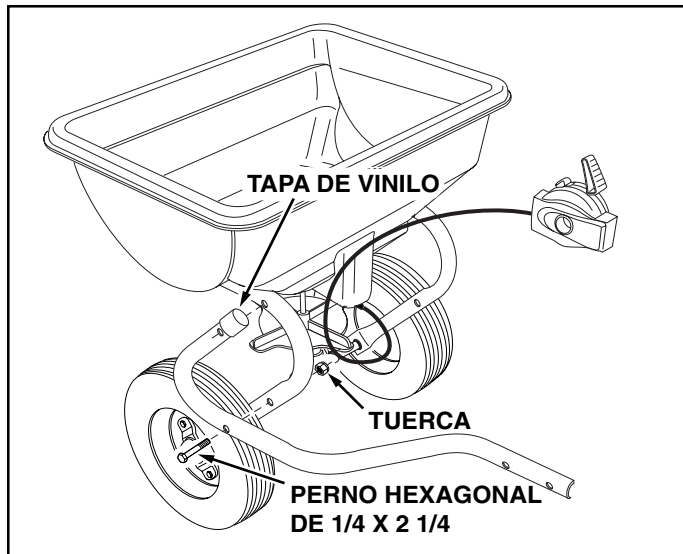

FIGURA 1
1. Coloque las tapas de vinilo sobre los extremos de los Tubos de Enganche de Mano Derecha y de Mano Izquierda. Vea la Figura 1.
2. Coloque el Tubo de Enganche de Mano Derecha en el tubo del marco del esparcidor, usando dos pernos hexagonales de 1/4" x 2-1/4" y dos tuercas. **No las apriete todavía.** Repita la operación con el Tubo de Enganche de Mano Izquierda. Vea la Figura 1.